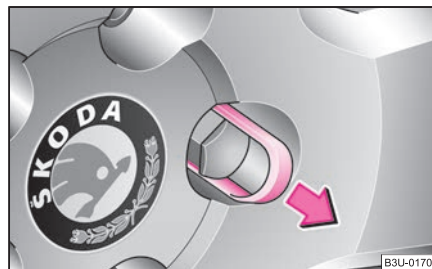

Fig. 157 Changement de roue: Enlever les chapeaux de roue
- Retirez le chapeau de la roue au moyen de l'**agrafe en plastique** ⇒ fig. 157.